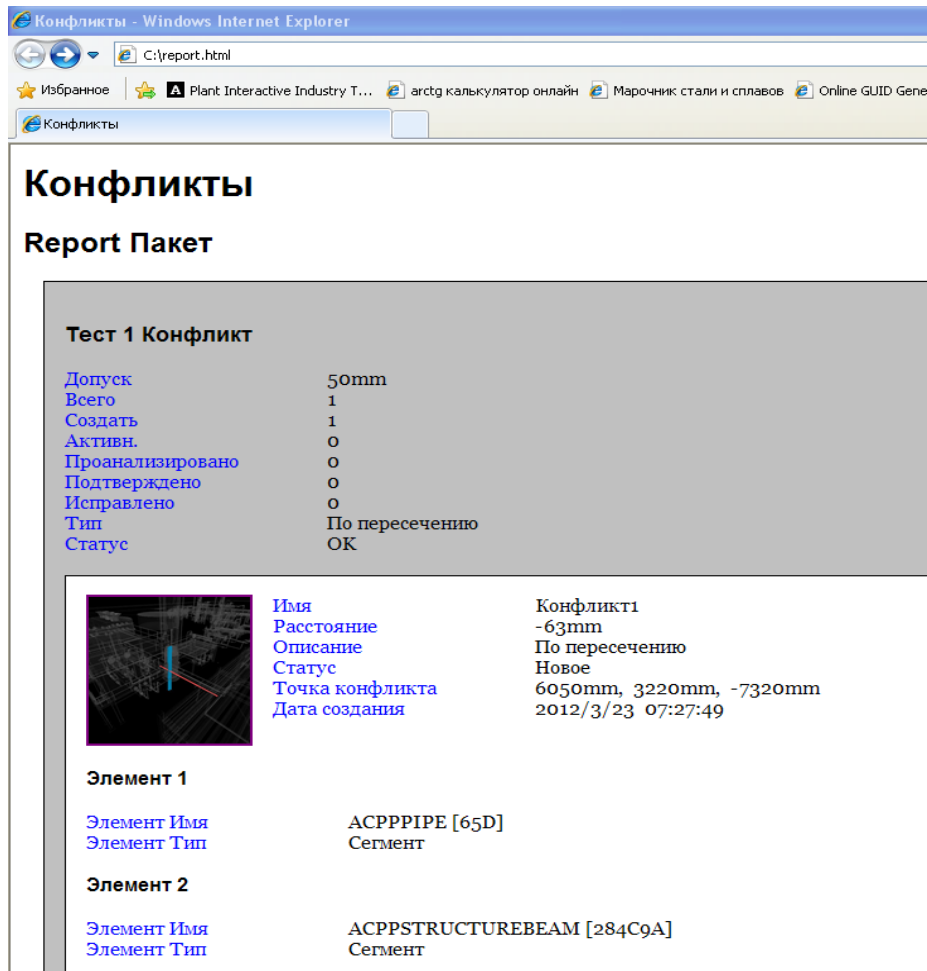

Рис. 140
- Укажите путь для сохранения отчета **C:\AutoCAD Plant 3D Projects\Test1.html** и просмотрите отчет (Рис. 140).